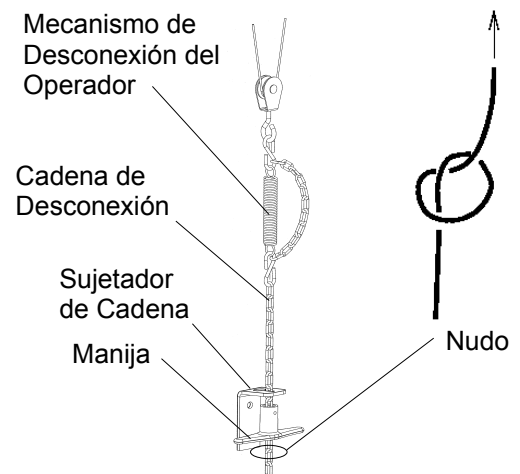

Figura 11 - Cadena de Desconexión
1. Conectar la cadena de desconexión al gancho situado en la extremidad del mecanismo de desconexión del operador, ver Figura 11.